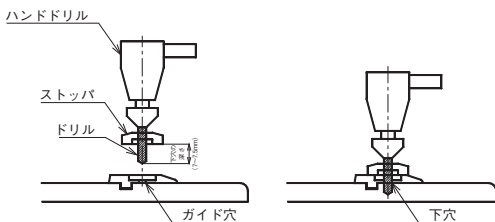

図89 下穴加工
- ④ 専用のストップ付ドリルの下穴深さが7～7.5mmであることを確認したあと、切管用挿しロリング (継ぎ輪用) のガイド穴に合わせて、切管用挿しロリング (継ぎ輪用) および挿し口に所定の深さの下穴を加工する (図89)。加工終了後は切屑を下穴から除去する。